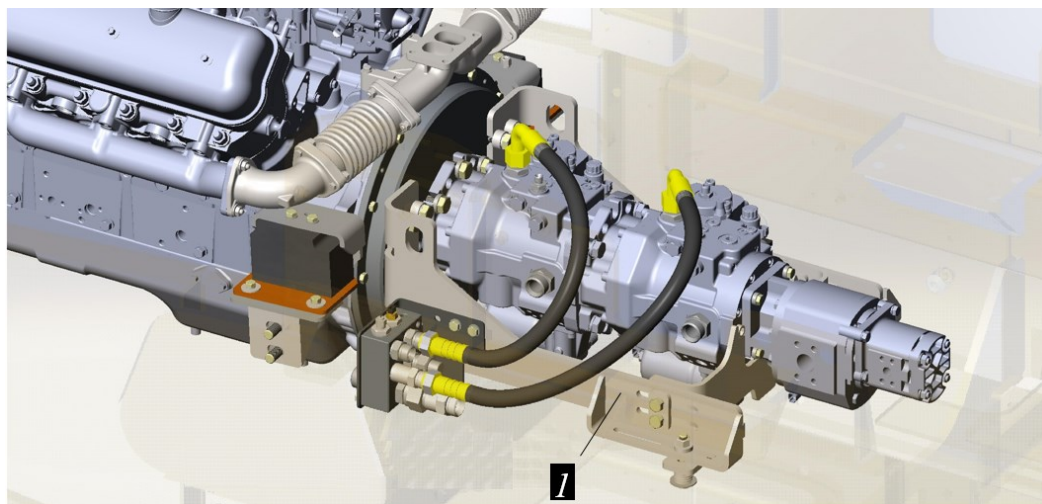

Рисунок 5.37. Подвес гидронасосов
- ▶ Обеспечив доступ к кронштейну поддержки гидронасосов (рис. 5.37).